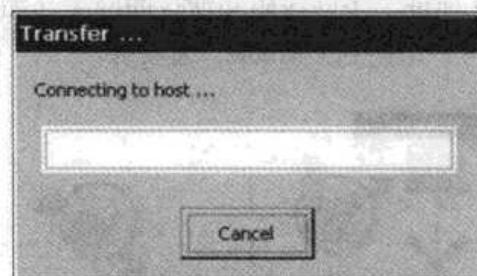

图 8-45 传送对话框
如果 HMI 设备没有装载任何项目，在启动时将会自动切换到“Transfer”（传送）模式，出现“传送”对话框（见图 8-45）。点击“Cancel”（中止）按钮返回装载对话框。
- 6) 接通 HMI 的电源, 点击出现的装载对话框中的 Transfer 按钮, 打开传送对话框(见图 8-45), HMI 处于等待接收上位计算机(host)信息的状态。
HMI 中的项目正在运行时, 也可以下载项目文件, 首先自动关闭 HMI 设备的运行系统, 下载期间将出现图 8-45 中的传送对话框, 传送结束后自动显示初始画面。